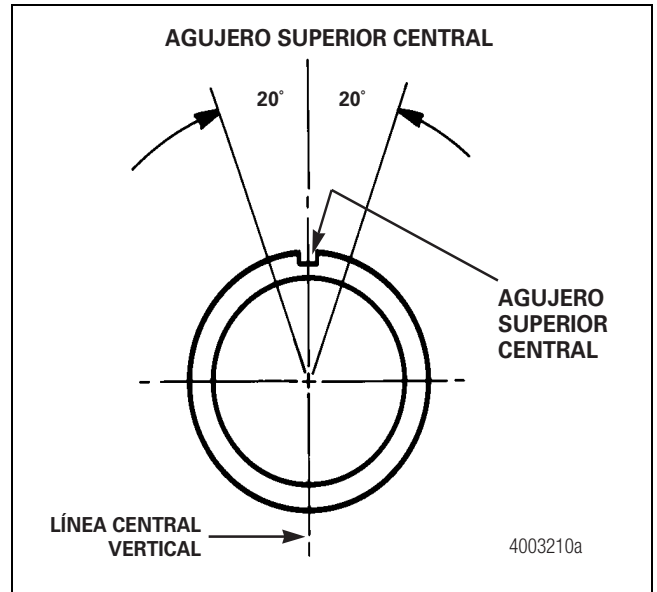

Figura 6.8
- **Agujero superior central:** El agujero superior central debe ubicarse dentro de los 20 grados de la línea central vertical del eje. Figura 6.8.